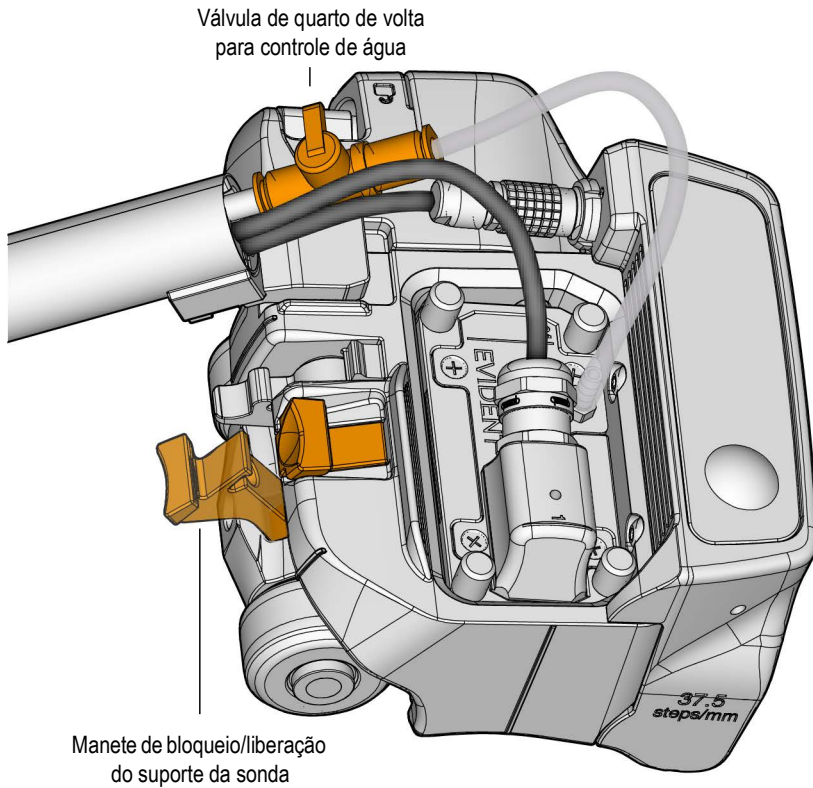

Figura 4-3 Válvula de quarto de volta para controle de água e manete de bloqueio/liberação
3. Abra a válvula de quarto de volta para controle de água (veja a Figura 4-3 na página 62).